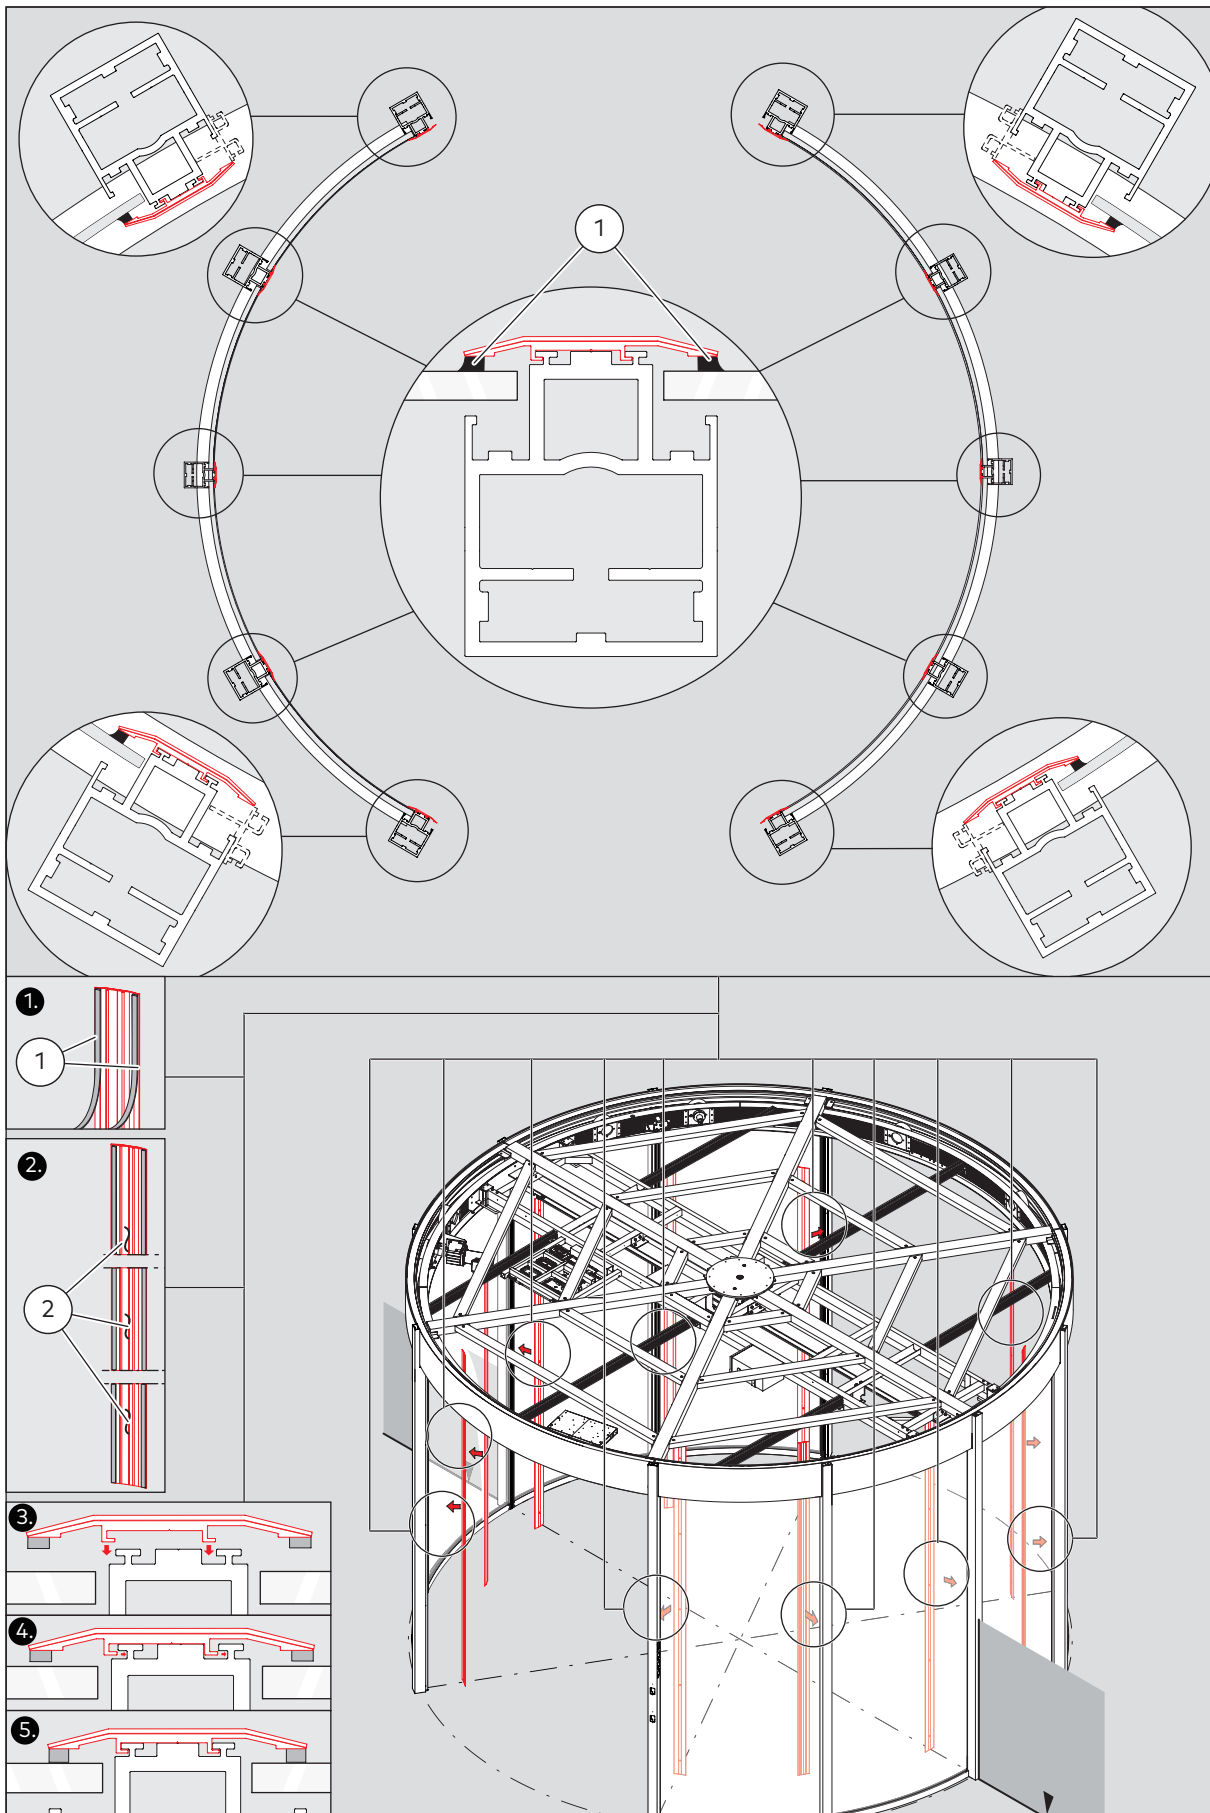

Abb. 61 Abdeckungen montieren
1. Das Schaumdichtband (Abb. 61/1) und das Silikon (Abb. 61/2) verwenden, um die Abdeckungen zu montieren.